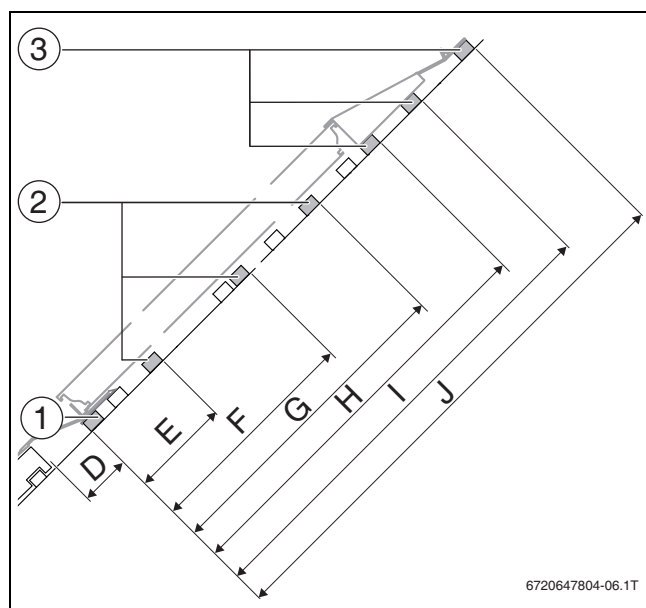

Рис. 29 Дополнительная обрешетка (вертикальный тип)
- ▶ Установите дополнительный брусок для монтажных фиксаторов (→ рис. 29 и 30, [1]).
Точное положение бруска для монтажных фиксаторов (→ рис. 29 и 30, [1]) зависит от положения черепицы.
- ▶ Установите дополнительные бруски для зажимов (→ рис. 29 и 30, [2]).
- ▶ Установите дополнительные бруски для верхнего отлива (→ рис. 29 и 30, [3]).